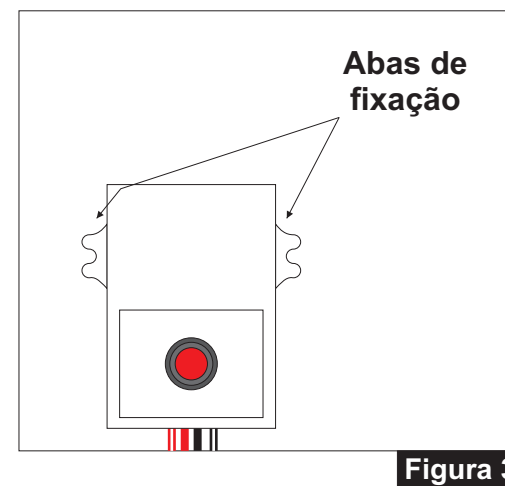

Figura 3
- Fixe a Unidade acionadora na superfície desejada (local abrigado, o equipamento não é a prova d'água) através de 2 parafusos (não fornecidos) utilizando as Abas de fixação (Figura 3).